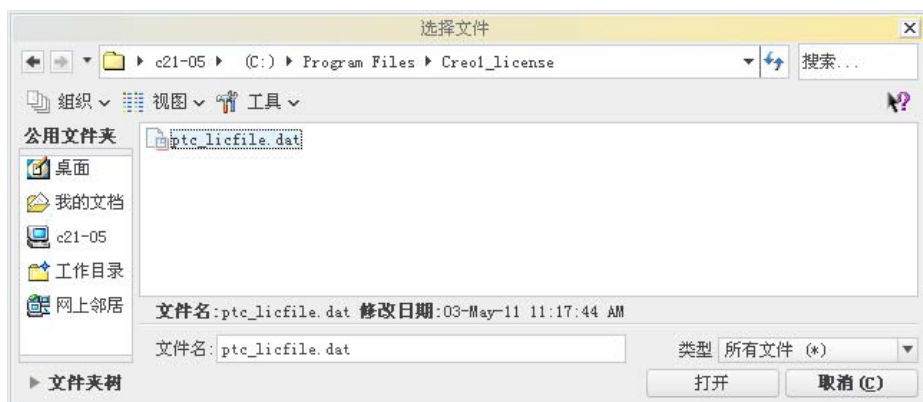

图 1.3.4 “选取文件”对话框
(1) 选中 ☒ 锁定的许可证文件 (服务器未运行) 单选项。
(2) 单击 **添加** 按钮，系统弹出图 1.3.4 所示的“选取文件”对话框，按照路径 C:\Program Files\Creo1_license 检索许可证文件 ptc_licfile.dat，然后单击 **打开** 按钮，接着单击 **确定 (O)** 按钮。